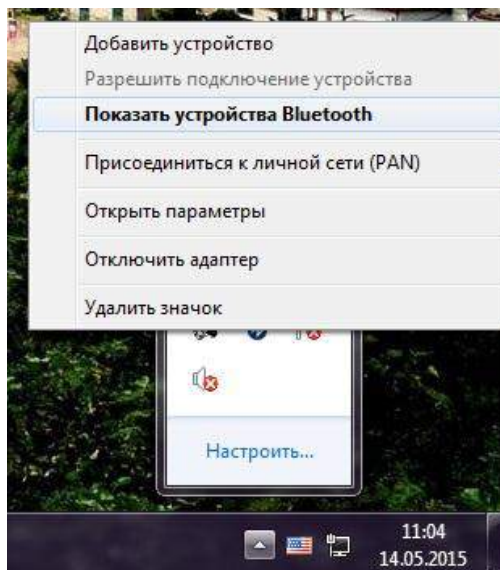

Рисунок 2.57
- 7) далее необходимо определить СОМ-порт для связи. Для этого щелкнуть правой кнопкой по значку блютуз устройств в трее. Выбрать «Показать устройства блютуз» (рисунок 2.57);